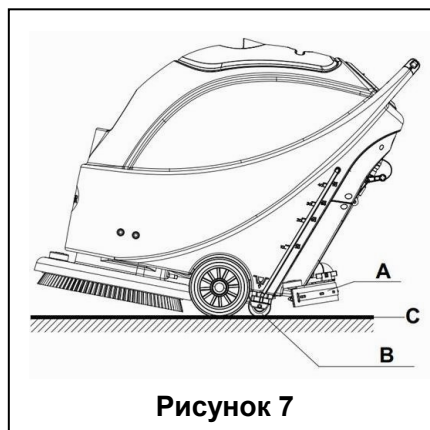

Рисунок 7
8. Отпустите кнопку предохранителя (1) для отключения щетки/PAD-держателя и магнитного клапана.
9. Нажмите кнопку отключения вакуумного насоса (39) в позицию "О", после чего подождите 5 секунд до полной остановки вакуумного насоса и остановите устройство.
10. Нажмите кнопку регулирования расхода воды (40) в позицию "О" для выключения магнитного клапана.
11. Нажмите кнопку включения питания (38) в позицию "О". Отключите кабель питания (9) от источника тока.
12. Используйте ручку швабры (14) для ее поднятия.
13. Возьмите руль (2) и слегка наклоните устройство назад, пока устройство направляющее колесо (B) не коснется пола. См. **рисунок 7**